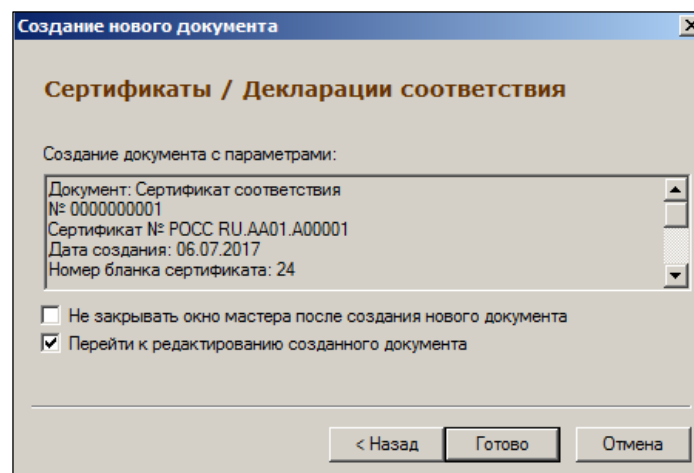

Рисунок 121 – Создание сертификата (8)
9. Заключительный шаг «Мастера диалога создания документа» (Рисунок 121):